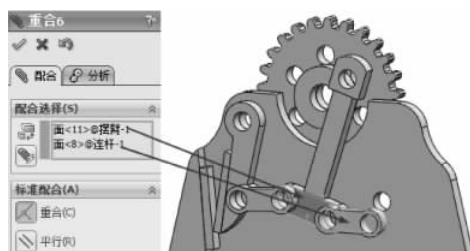

图 3-149 重合配合
(12) 继续进行配合约束, 选择【标准配合】选项组下的【重合】配合类型 , 在【要配合的实体】选择框  中选择如图 3-149 所示的面, 其他保持默认, 单击【确定】按钮 , 完成重合配合。